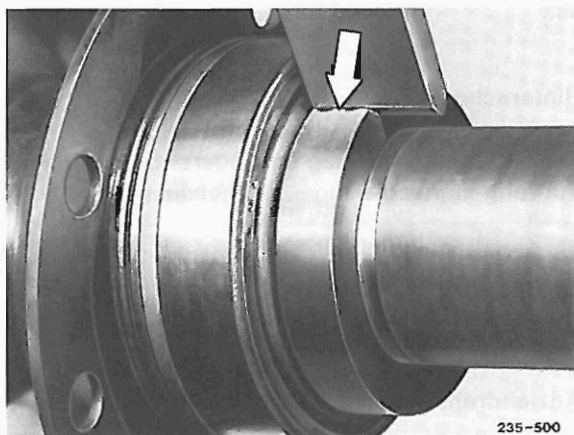

Bild 188
- 7 Schrumpfring mit einem Flachmeißel auftrennen und abnehmen (Bild 188).